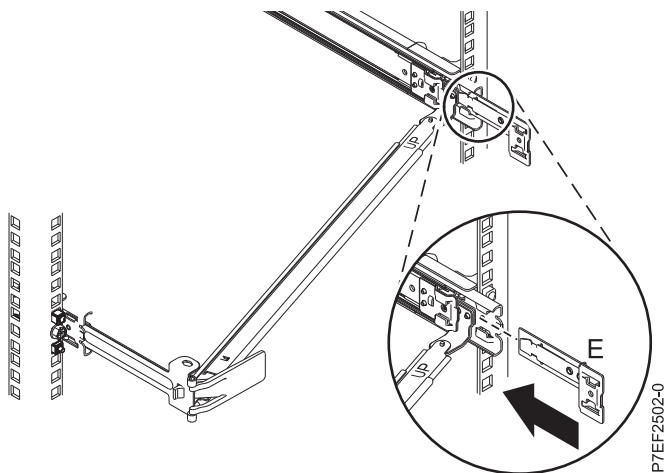

Figura 13. Instalación de la abrazadera de extensión en el riel deslizante
- Deslice la abrazadera de extensión (**E**) en el riel deslizante derecho hasta que la patilla accionada por resorte quede encajada en su sitio. Para obtener detalles, consulte la Figura 13.